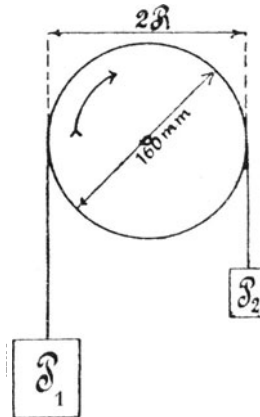

Fig. 77.
204. Ein Reihenelektromotor soll gebremst werden. Zu dem Zweck wird gemessen: die Klemmenspannung  $e = 100$  [120] (220) V, die Stromstärke  $i = 10$  [12] (8) A, die Tourenzahl  $n = 1500$  [1800] (1200) pro Minute, der Anker- und Magnetwiderstand  $w_a + w_m = 2$  [1] (1)  $\Omega$ , die Bremsgewichte  $P_1 = 6$  [7,5] (15,5) kg,  $P_2 = 0,8$  [1] (2,5) kg und der Scheibendurchmesser  $2R = 160$  mm. (Fig. 77.) Gesucht:
- f) die unter a, b, c, d, e verlangten Größen, wenn bei unveränderter Belastung die Klemmenspannung auf 110 [125] (230) V erhöht wird.